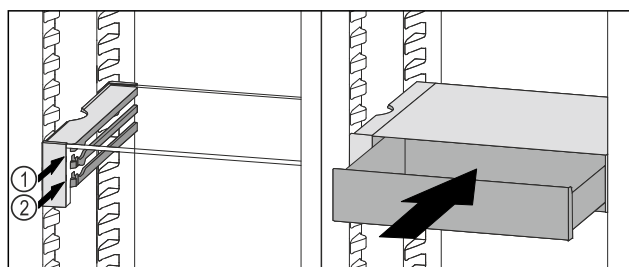

Fig. 66
- ▶ Nasaďte zásuvku VarioSafe za zarážky na požadovaném žebro Fig. 66 (1) nebo Fig. 66 (2).